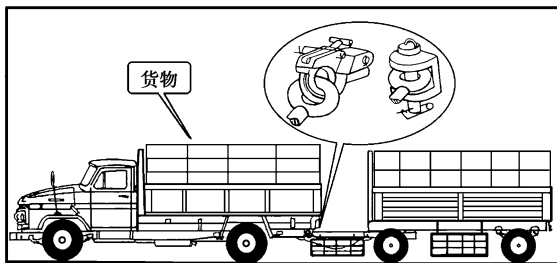

图 1-5
• 载货车辆检查车箱和货物装载情况是否符合规定,拖挂连接装置是否牢固、可靠(图 1-5)。